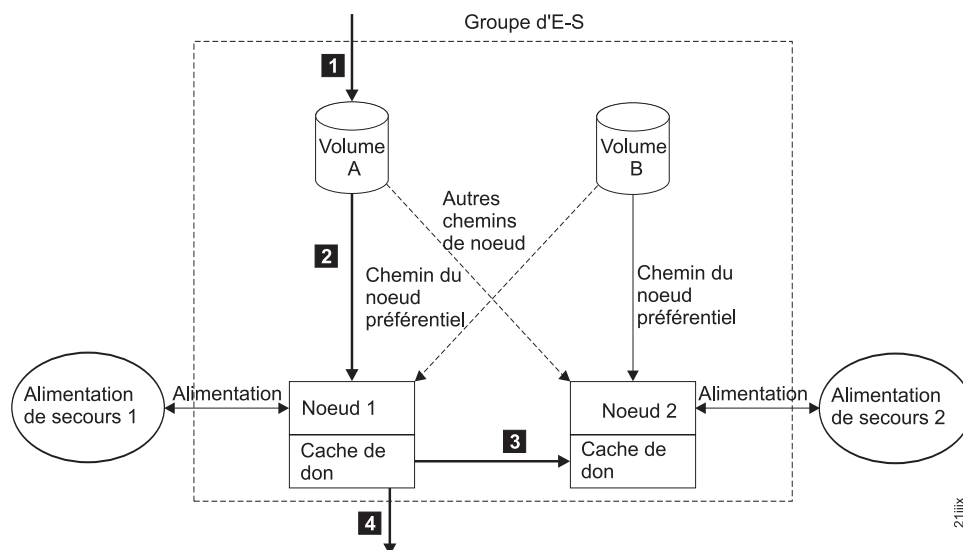

Figure 6. Groupe d'E-S et l'alimentation de secours
- La figure 6 illustre une opération d'écriture à partir d'un hôte (1) ciblé pour le volume A. Cette opération concerne le noeud préférentiel, Noeud 1 (2). L'opération d'écriture est mise en cache et les données sont copiées vers le noeud préférentiel, mémoire cache du Noeud 2 (3). L'hôte considère alors que l'opération d'écriture est terminée. Ultérieurement, les données sont écrites dans la mémoire ou désactivées (transférées vers la mémoire) (4). La figure 6 illustre également deux unités d'alimentation de secours correctement configurées, chaque noeud se trouvant dans un domaine d'alimentation différent.